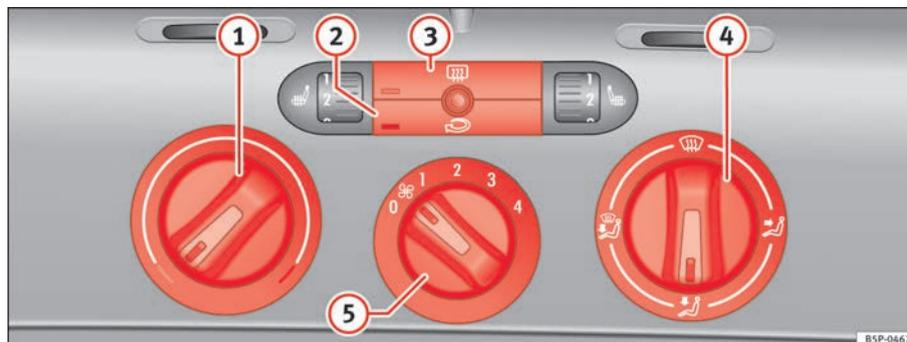

Fig. 125 Comandos do aquecimento no painel de instrumentos
- Com os reguladores ⇒ fig. 125 ① e ④ e com o interruptor ⑤ é ajustada a temperatura, a distribuição do ar e o nível do ventilador.
- Premir o respectivo botão ② ou ③, para ligar e desligar uma função. Quando a função está activa, a janela que se encontra no canto inferior esquerdo do botão ilumina-se.